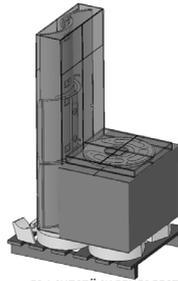

ABB. 2 – FRACHTSTÜCK FEUERFESTE TEILE UND KARTON MIT SEITENTEILEN, FLIESEN UND TOPPLATTE (STUB OVERNIGHT)
- Eine Palette mit den feuerfesten Teilen, dem Karton mit den Seitenteilen, dem Karton mit den Fliesen und dem Karton mit der Topplatte (Abb. 2,3).